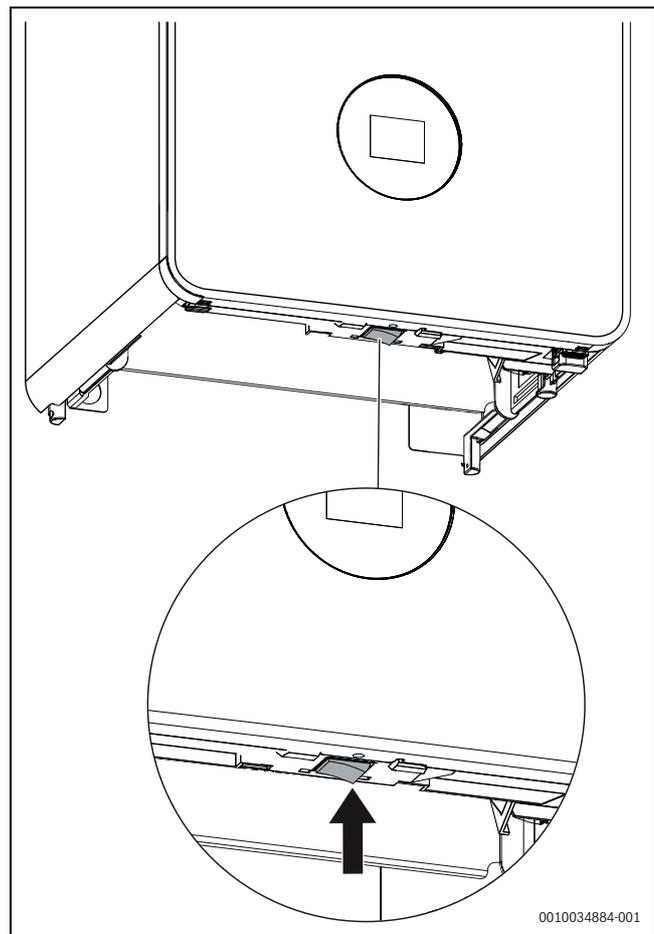

Fig. 1 Interruptor ON/OFF
- Desconectar el aparato con el interruptor de conexión/desconexión (→ imagen 1).